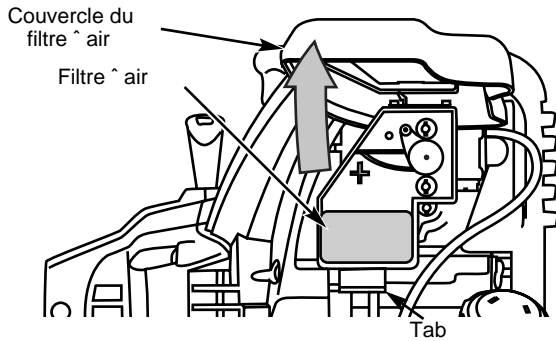

Fig. 45
1. Ouvrez la couverture du filtre à air. Poussez la languette sur le dessous de l'intérieur. Tirez ensuite la couverture du filtre à air vers le haut et vers l'extérieur. (Fig. 45).
2. Retirez le filtre à air (Fig. 45).
6. Remplacez le filtre (Fig. 45).